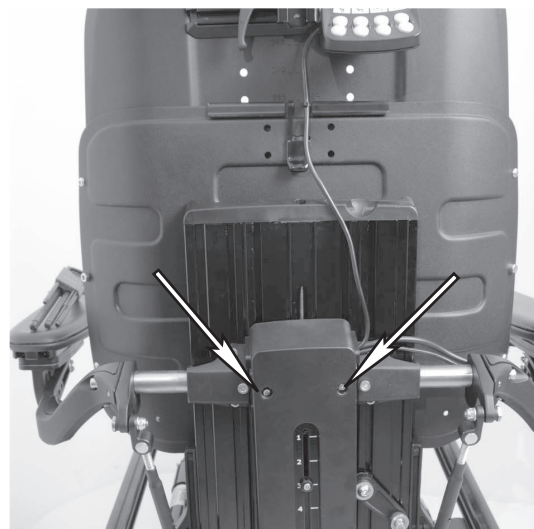

Bild 5. Kåpans och kabelns montering.
7. Demontera kåpan på sitsens ryggstöd genom att lossa de två skruvarna, bild 5 och fälla kåpan bakåt.